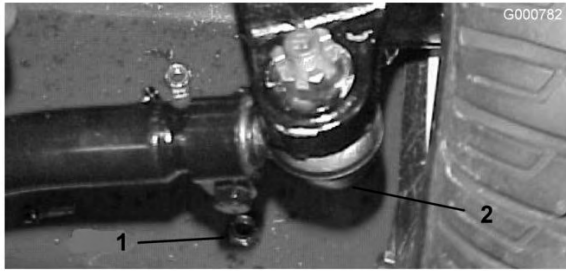

図 58
アクスル・ケースのサポート（図 58）から外す。
3. タイロッド両側のクランプをゆるめる（図 58）。